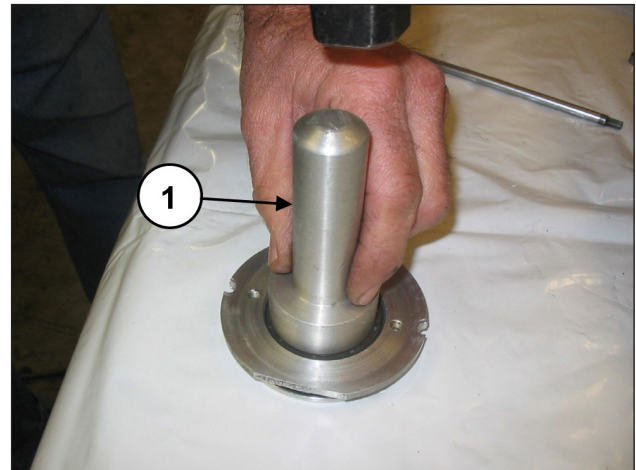

Abb. 169
Montieren Sie den Ölabbstreifring in seinen Deckel (Pos. ①, Abb. 169) mithilfe eines Dorns Art. 27910900.